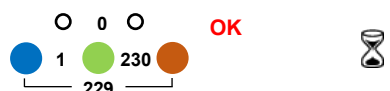

Figur 6.6.5 Jordfeilbryter U_c & R_e måling utført
- VII. Når målingen er fullført vil berøringsspenning og sløyfemotstand til jord vises i displayet som figur 6.6.5